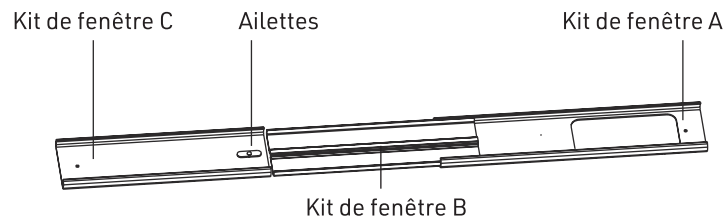

Fig. 5
- 6.) Comme indiqué dans la Fig. 5, insérez la cloison de fenêtre C dans la cloison de fenêtre B par le côté (la tête de vis à ailettes doit être collée dans la fente de la cloison de fenêtre B) et ajustez si nécessaire la longueur de l'assemblage;